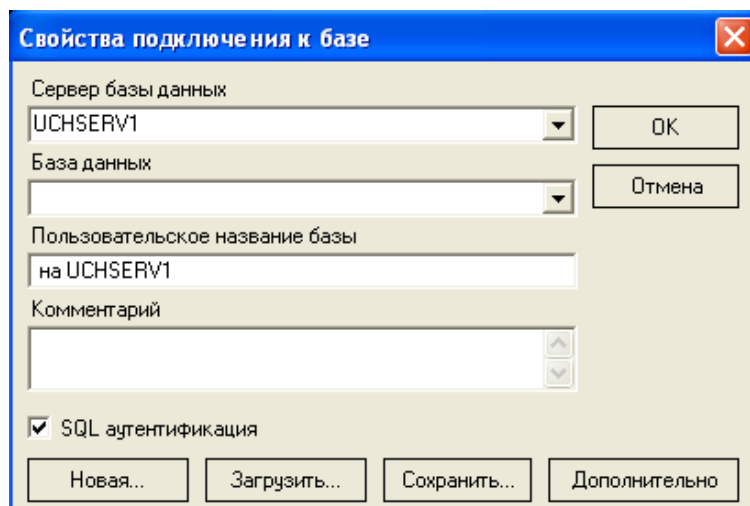

Рисунок 3 – Окно *Свойства подключения к базе*
1. Щелкните кнопку *Добавить*. В окне *Свойства подключения к базе* (рисунок 3) выполните следующее: